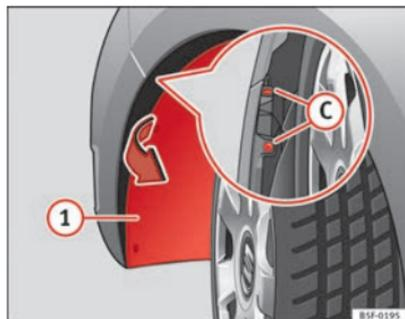

Abb. 190 Nebelscheinwerfer: Zugriff auf die Steckverbindung und den Lampenträger
- Ziehen Sie am Radkasten (1) ⇒ Abb. 190, um Zugriff auf die 2 Schrauben (C) ⇒ Abb. 190 des Stoßfängers zu erhalten, die verdeckt sind.